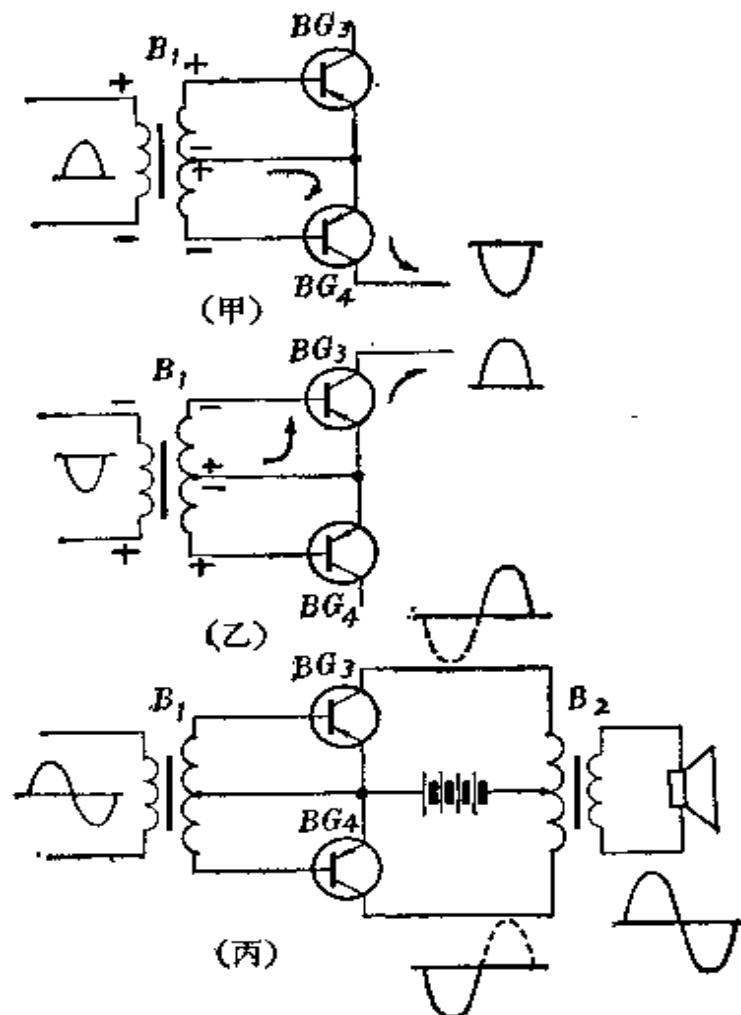

图 7-4
(1) 单管功率放大器。第五章的二管机和第六章的三管机的最后一级都是单管功率放大器。这种功率放大器三极管放大区域很有限，输入信号强了放大就容易失真。而且放大器的偏流要调得很大，无输入信号时仍然要消耗大量的直流电能，效率很低。单管功率放大器一般只适合于二、三管收音机。
(2) 推挽功率放大器。推挽功率放大器是由两只参数相同的三极管组成的放大电路，由这两只管子合作进行放大，图 7-4 是推挽功率放大器的原理图。
当输入信号在正半周时（上正下负）， $BG_3$ 基极为正，发射极为负，加的是反向电压，因此 $BG_3$ 不工作；而 $BG_4$ 的情况恰好相反，基极为负，发射极为正，加的是正向偏压，因此 $BG_4$ 工作。它将输入信号的正半周放大，在集电极输出一个放大的负半周信号，如图7-4(甲)所示。
当输入信号在负半周时（上负下正），情况与信号处在正半周时恰好相反。 $BG_4$ 不工作， $BG_3$ 把输入信号的负半周放大，并在集电极输出一个放大的正半周信号，如图7-4(乙)所示。
这样，输入信号变化一周，两只三极管轮流工作了一次。它们把放大的两个半波衔接起来，便在输出变压器 $B_2$ 上得到了一个完整的输出波形，如图7-4(丙)所示。这就象两个人合作拉锯一样。两只三极管一推一拉互相协作地进行工作，所以称为“推挽”放大。